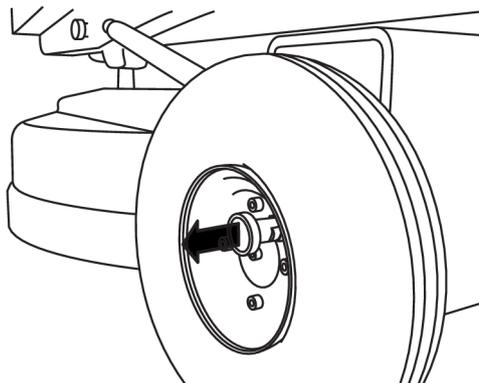

Abbildung 4-3. Freigabe der Räder
1. Geben Sie die Räder frei, indem Sie den Sicherungsbolzen gerade herausziehen, siehe Abbildung 4-3, Seite 20.
Drehen Sie das Stellrad vorne am Stützrad zum Einstellen der Höhe, damit die Maschine geneigt wird und der Schleifkopf frei über der Unterlage hängt. Die Schleifmaschine kann verschoben werden, indem Sie von Hand vor sich her geschoben wird. Die Radverriegelung muss gemäß Abbildung 4-3, Seite 20 freigegeben sein.